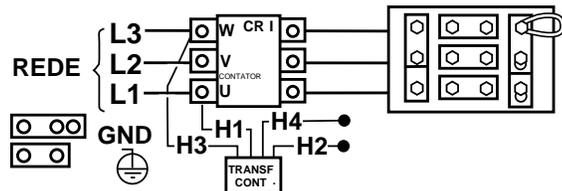

FIGURA A.4-Posições da Placa do Painel de Reconexão para Fontes com Dupla Tensão
1. Para dupla tensão, com exceção de 380/500-460/575, veja a Figura A.4. (M15009)